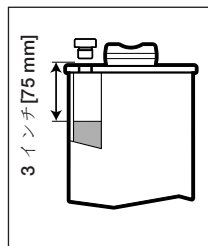

図6 - オイルレベル、モデルGBJ100のみ
4. モデルGBJ100のみ: オイルレベルがオイル充填穴の約3インチ[75 mm]下になるまで充填します。図6を参照してください。